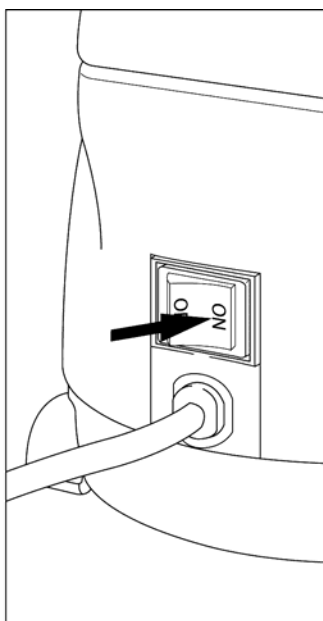

FIGURE 13
3. Mettez l'Interrupteur Lumineux Marche/Arrêt en position « Marche » (FIGURE 13).